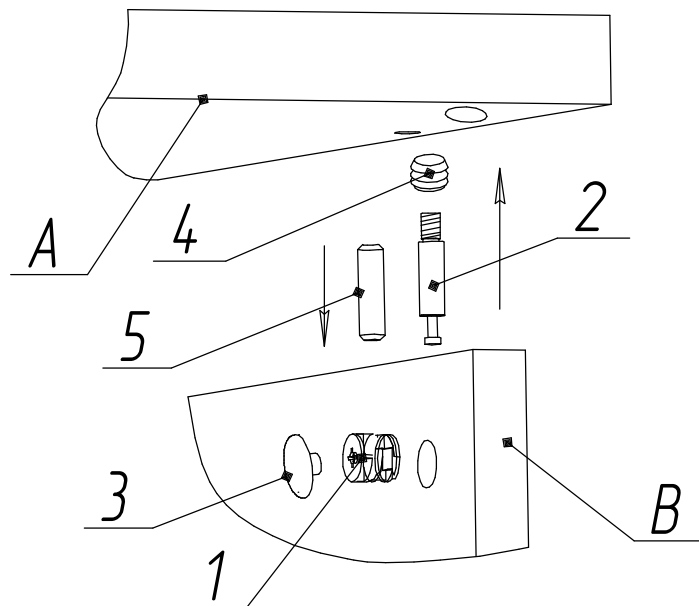

Рисунок 5
7. На эксцентрики установить заглушки поз.3 (Рисунок 5)